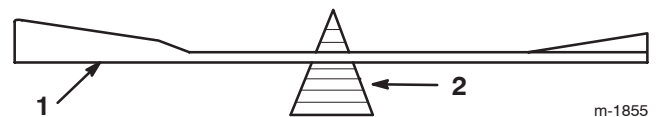

Bild 34
2. Überprüfen Sie die Auswuchtung jedes Messers auf einer Ausgleichsmaschine (Bild 34). Wenn das Schnittmesser in seiner horizontalen Position bleibt, ist es ausgewuchtet und kann wieder verwendet werden. Feilen Sie, wenn das Schnittmesser nicht ausgewuchtet ist, an der Rückseite des Messers etwas Metall ab. Wiederholen Sie diesen Vorgang, bis das Messer ausgewuchtet ist.